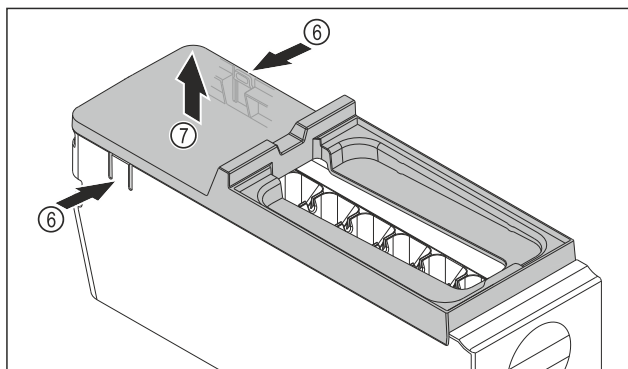

Fig. 113
- ▶ Снимите крышку корпуса EasyTwist-Ice: Надавите рукой на накладки Fig. 113 (6) с обеих сторон корпуса EasyTwist-Ice.
- ▶ Другой рукой снимите крышку Fig. 113 (7) по направлению вверх.